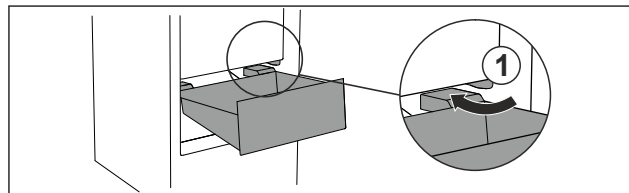

Fig. 70
- ▶ Ghidați sertarul oblic în jurul opritorului Fig. 70 (1).